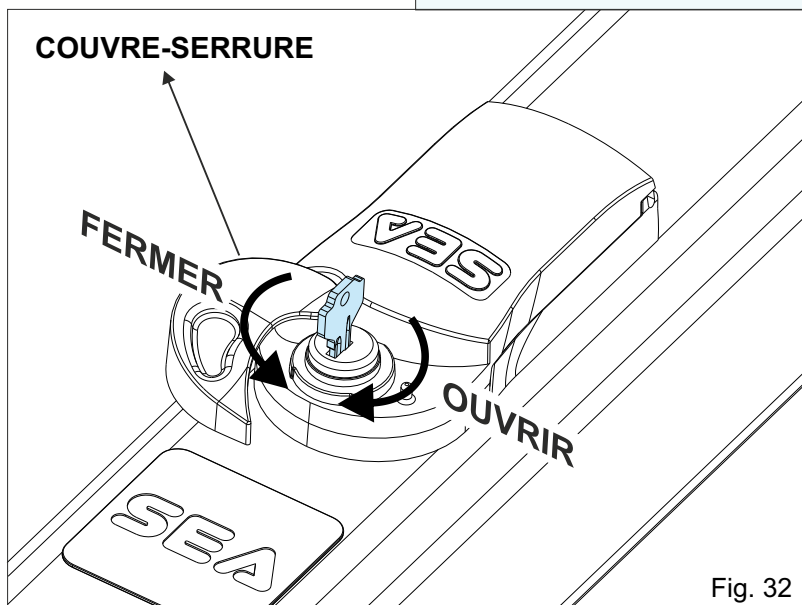
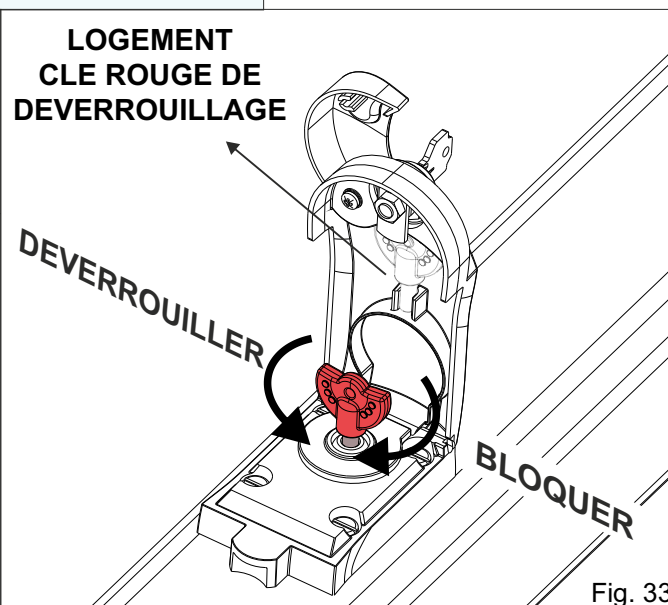

Fig. 32
Fig. 33
- Déverrouiller l'opérateur (procédure de déverrouillage en Fig. 32 e Fig. 33)
- Ouvrez le couvre-serrure, insérez la clé et tournez-la dans le sens des aiguilles d'une montre d'environ 90° (Fig. 32)
- Insérez la clé rouge de déverrouillage et tournez-la de 90° dans le sens inverse des aiguilles d'une montre (Fig. 33)
- Tournez la clé rouge dans le sens des aiguilles d'une montre jusqu'au serrage, retirez-la et placez-la dans le logement sous la couvercle (Fig. 33)